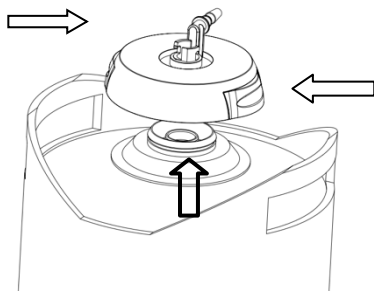

Abbildung 16
5. Drücken Sie die linke und rechte Taste an der Bierventilvorrichtung, um die Bierventilvorrichtung aus dem leeren Bierfass herauszuziehen (wie in Abbildung 16 dargestellt).